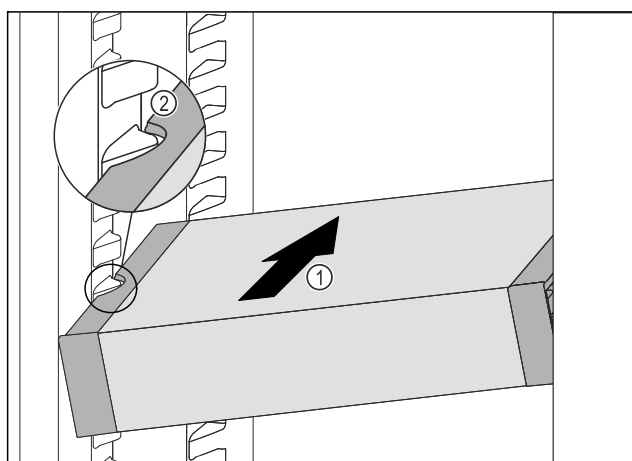

Fig. 133
- ▶ Lükake VarioSafe'i kaldu jahutusosasse Fig. 133 (1), kuni VarioSafe'i külgmised väljalõiked Fig. 133 (2) asuvad jahutusosas anumaribi kõrgusel.